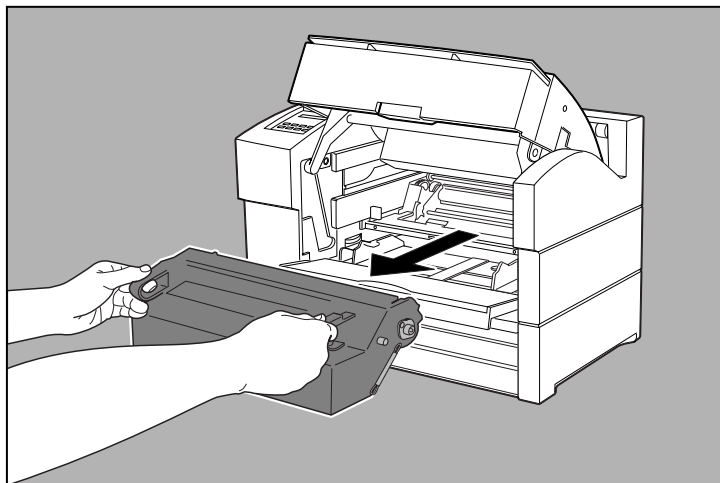

Fig. 2.8 Rimuovere la cartuccia del toner
4. Se nella stampante è inserita la cartuccia toner, afferrarla dalle maniglie ed estrarla lentamente (fig. 2.8).